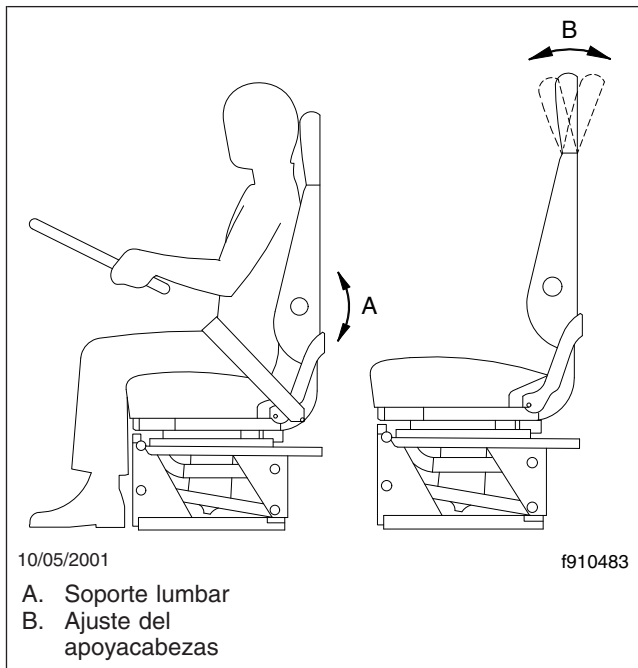

Figura 5.7, Ajuste del soporte lumbar y del apoyacabezas
3. Soporte lumbar: El soporte lumbar cambia la forma del respaldo del asiento para dar más o menos apoyo al área lumbar (parte inferior de la espalda) del operador. Este ajuste es mecánico o controlado por aire, dependiendo del modelo y fabricante del asiento (Figura 5.7).
4. Apoyacabezas: Cuando se hace este ajuste, la parte superior del cojín del respaldo cambia de ángulo para proporcionar apoyo a la cabeza y la parte superior de la espalda (Figura 5.7).